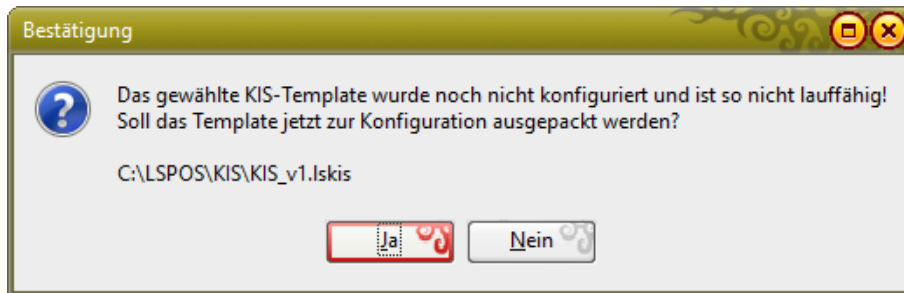

Abbildung 9.6: Meldung beim ersten Start
1. Wechseln Sie in das Programmverzeichnis von LS-POS, und dort dann in das 'KIS'-Verzeichnis ; dort befindet sich eine `.lskis`-Datei . Wurde KIS bis zu diesem Zeitpunkt noch nie gestartet, wird bei einem Doppelklick auf die `.lskis`-Datei eine Meldung ausgegeben (Abbildung 9.6).